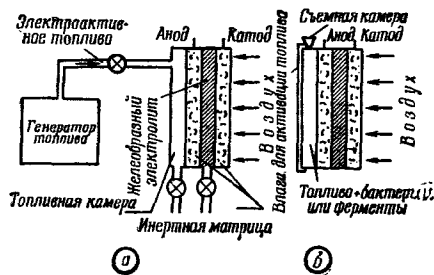

Рис. 1
**Косвенный способ.** Бактерии вырабатывают промежуточный электроактивный материал, такой, как кислород или водород, который выделяется в результате многих биологических процессов. Эти электроактивные материалы (газы) и вступают в электрохимическую реакцию с раствором электролита (рис. 1, а).
**Непосредственный способ.** В биоэлементах второго типа (рис. 1, б), где бактерии участвуют в реакции непосредственно, активный промежуточный материал существует короткий промежуток времени и обе реакции (биохимическая и электрохимическая) происходят одновременно. В этом случае топливо и бактерии (или ферменты) помещаются в одну из двух секций элемента. Пока в биоэлемент не залит электролит, он работать не может. В присутствии электролита бактерии «начинают» электрохимическую реакцию.